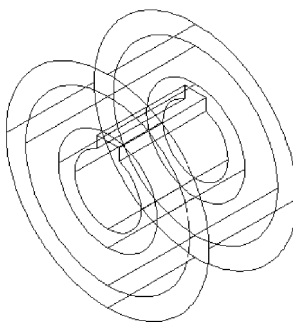

图 13-20 拉伸绘制的圆
4) 选择【常用】功能区 | 【视图】选项板 | 【西南等轴测】视图按钮  西南等轴测，观察拉伸后的效果，如图 13-20 所示。